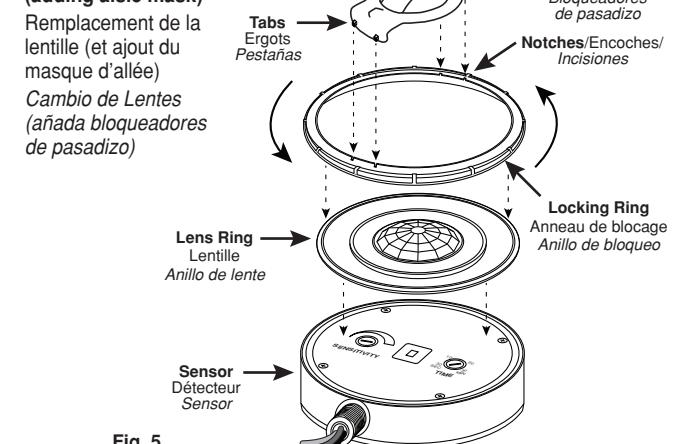

Fig. 5
NOTE: OSFHW-CTW and OSFHL-CTW are supplied with two lens trim rings. The 360 degree high bay lens (white color trim ring) is installed at the factory with the low bay lens (blue color trim ring) in the carton. Choose the correct lens for your fixture height location and add the aisle mask if desiring to block detection outside of the aisle. Refer to Figure 5 for changing lens trim ring and adding the aisle mask. The OSFHW-CTW sensor mounts in a 1/2" knock out hole on a pole or the end of a luminaire or electrical box. When mounting to a pole the sensor's field-of-view will be partially obstructed by the pole. When mounted to a luminaire the sensor's field-of-view may be partially obstructed by the luminaire housing. As long as the bottom of the sensor is mounted within 1" from the bottom of the luminaire, the field-of-view will not be affected.
3. To change lens, unscrew the locking ring counter clockwise to remove, replace the existing lens and put the locking ring back on; hand tighten only (refer to Figure 5). To add the aisle mask line up the notches of the locking ring with the tabs of the aisle mask and turn to hold in place.
REMARQUE : le détecteur décrit aux présentes est doté de deux lentilles. Celle pour les installations élevées (anneau blanc) est installée en usine, tandis que celle pour les installations normales (anneau bleu) est dans l'emballage. Une fois la lentille choisie, il suffit de poser le masque si on ne veut que capturer les mouvements d'une allée, en cachant le reste. **La figure 5** montre la manière de procéder. Le détecteur se fixe dans une débouchure de 1/2 po (1,3 cm) sur un poteau, un luminaire ou une boîte électrique. Il faut noter que les poteaux en obstruent partiellement le champ de vision. Il se peut également que le logement du luminaire choisi cache une partie de l'aire contrôlée. Pour éviter cette obstruction, il suffit de les assujettir à 1,0 po (2,5 cm) ou moins du bord inférieur de cette paroi.
3. Pour remplacer la lentille, il faut d'abord dévisser l'anneau de blocage en le tournant vers la gauche. Une fois la nouvelle lentille en place, remettre l'anneau en le serrant à la main seulement (**figure 5**). Pour poser le masque d'allée, il faut d'abord aligner les ergots de ce dernier sur les encoches de l'anneau, puis tourner pour bien assujettir le tout.